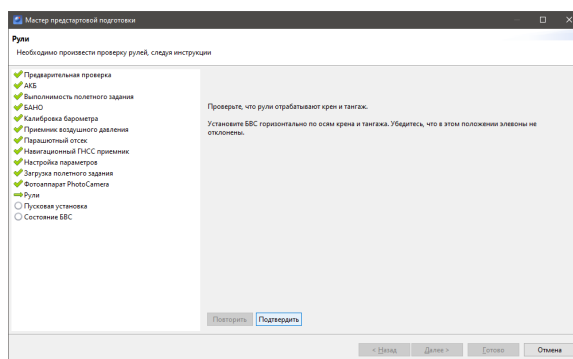

Рис. 102: Проверка рулей
- **Рули.** На данном этапе происходит рулей (рис. 102);